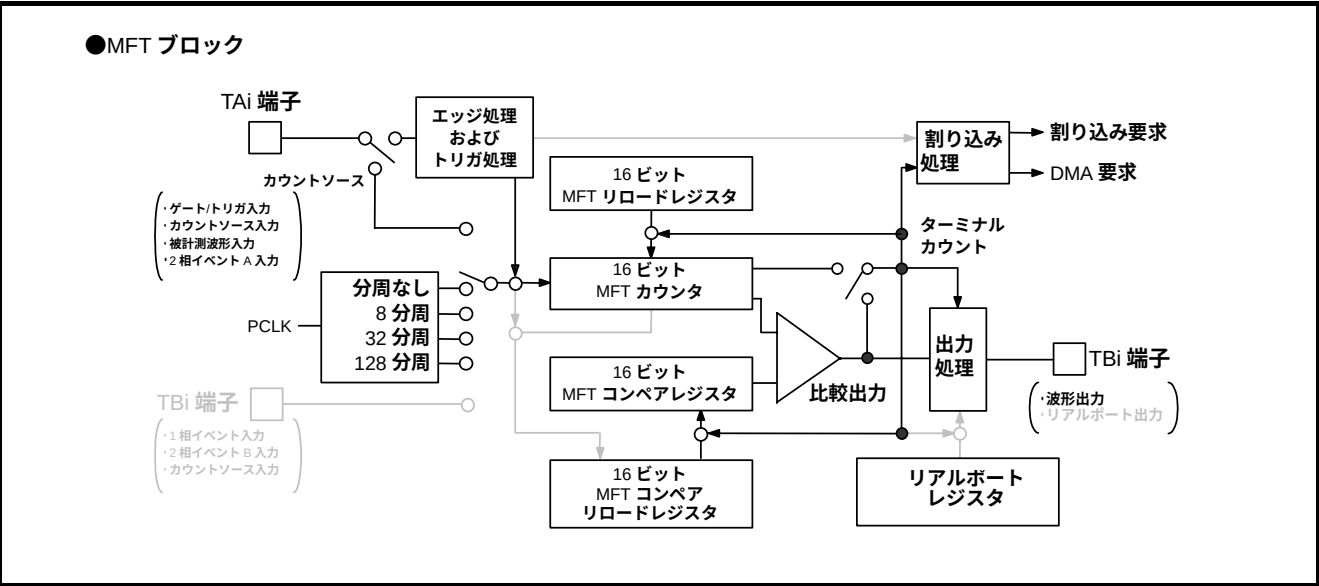

図12.3.6 PWM波形出力タイマ時のMFTiブロック図
- 図12.3.6にPWM波形出力タイマ時のMFTiブロック図を示します。